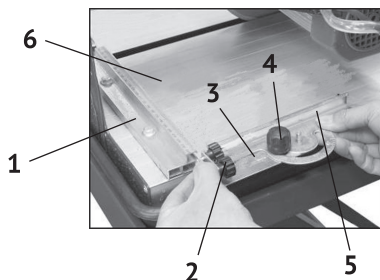

рис.2
- установить угловой упор (см. рис.2);
- вставить уголок кронштейн углового упора (рис.2 поз.3) в направляющий упор (рис.2 поз.1) и закрепить его двумя винтами (рис.2 поз.2);
- установить размеченную заготовку на рабочий стол (рис.2 поз.6), плотно прижав к направляющему упору (рис.2 поз.1). Зафиксировать положение заготовки сбоку, закрутив винт крепления (рис.2 поз.4) углового упора. Такая фиксация заготовки позволит в дальнейшем резание плиток в одинаковый размер;